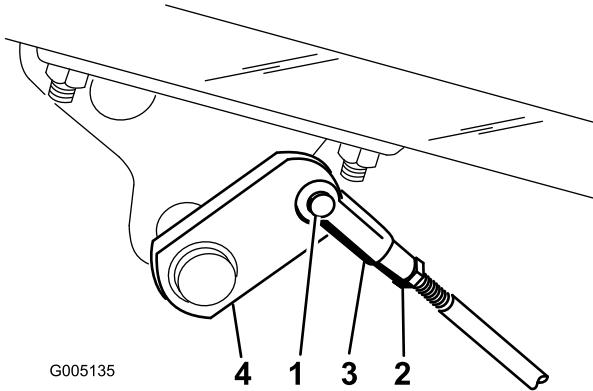

Figura 41
2. Se i freni non si bloccano allo stesso modo, scolligate le aste dei freni rimuovendo la coppiglia e il perno del cavallotto (Figura 41).
3. Allentate il controdado e regolate il cavallotto di conseguenza (Figura 41).
4. Assembrate il perno del cavallotto all'albero del freno (Figura 41).